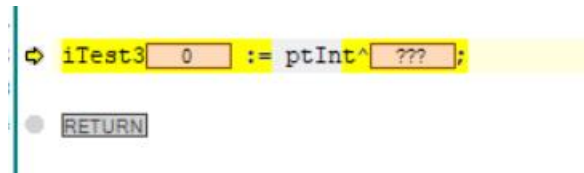

图 16.15 按 F10 键，定位到程序出错处
- 当进入断点后，按 F10，直到定位到程序中出现问题的位置，如图 16.15 所示；